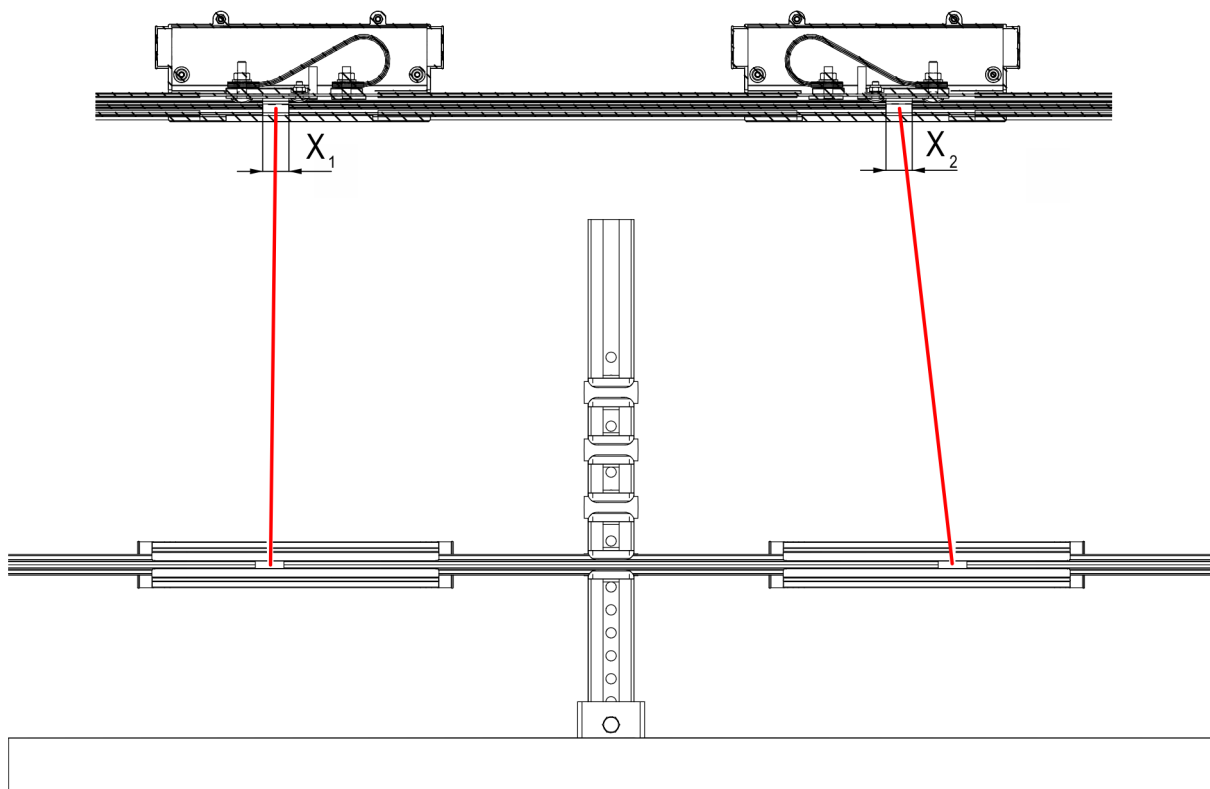
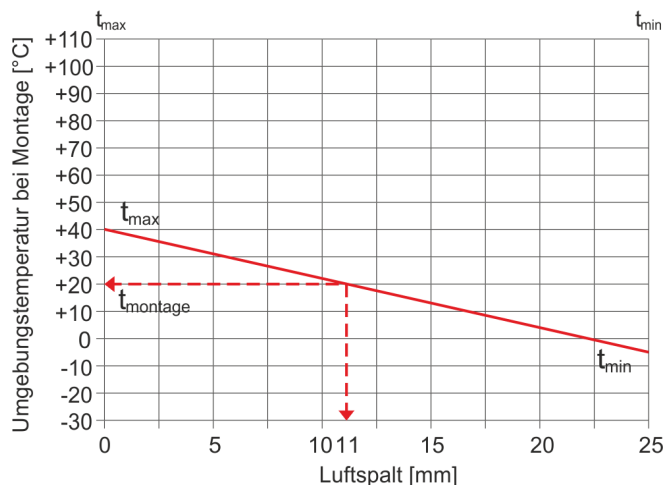

Abb. 95: Dehnspalt im Dehnelement
Abb. 96: Maß des Luftspalts ermitteln
- Das Maß des Luftspalts ist abhängig von der Umgebungstemperatur während der Montage. Das Luftspalt-Maß, bestehend aus den Dehnstellen-Maßen x_1 und x_2 (siehe Abb. 95), mithilfe des Diagramms ermitteln (siehe Abb. 96 bzw. das Vorlagen-Diagramm in Kapitel 12.2). Das ermittelte Maß von unten einstellen. Das Maß muss an den Dehnstellen nicht symmetrisch eingestellt werden.